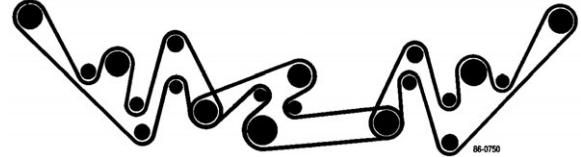

Figura 76
10. Avvolgete la nuova cinghia attorno alle pulegge, come riportato nella Figura 76.